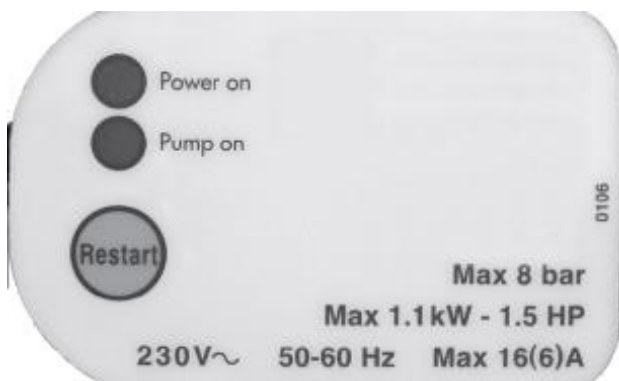

Bild 2
5. Bedienung des Durchflusswächters (siehe Bild 2)